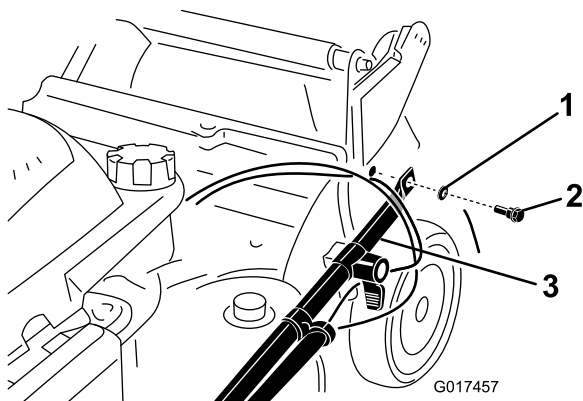

Figura 3
2. Fije los extremos del manillar al alojamiento de la máquina con 2 arandelas y 2 pernos de manillar (Figura 3), **pero no apriete los pernos del manillar.**
**Importante:** Coloque los cables en el exterior del manillar (Figura 3).